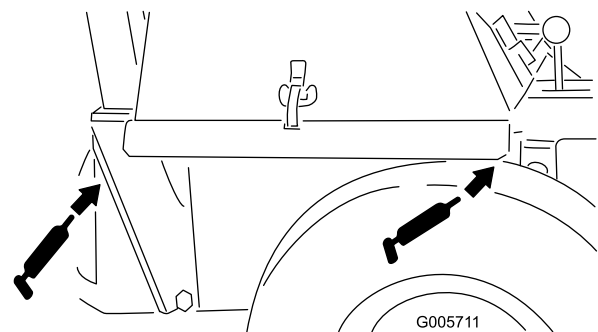

Bild 37
- ZWA-Gelenkgehäuseblöcke (Bild 37)